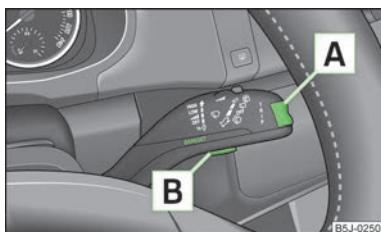

Fig. 6
La comutación de las memorias se efectúa con la tecla **B** » **fig. 6** de la página 13 en la palanca del limpiaparabrisas.
La tecla basculante **A** » fig. 6 y la tecla **B** se encuentran en la palanca del limpia-parabrisas.
» Pulsar ligeramente la tecla **B** » fig. 6.
» Pulsar brevemente la tecla basculante **A** » fig. 6 arriba y abajo. De ese modo se activan, una tras otra, las funciones individuales del indicador multifunción.
- » Pulsar la tecla **B** » fig. 6 más tiempo.
Si la temperatura exterior disminuye por debajo de +4 °C, aparecerá delante de la indicación de la temperatura un símbolo de copo de nieve (advertencia de formación de placas de hielo) y sonará una señal acústica. Después de pulsar la tecla basculante **A** » fig. 6 de la página 13, se representa la función que se visualizó por última vez.
En la pantalla aparece el tiempo de marcha desde la última vez que se borró la memoria. Cuando se desee medir el tiempo de marcha desde un momento determinado, se deberá poner en ese momento preciso la memoria a cero, pulsando para ello la tecla **B** » fig. 6 de la página 13.
Si se desea calcular el consumo medio de combustible para un período de tiempo determinado, deberá poner la memoria a cero al comenzar la nueva medición pulsando la tecla **[B]** » fig. 6 de la página 13. Tras borrarla, en la pantalla no se muestra ningún valor durante los primeros aprox. 300 metros de recorrido.
En la pantalla aparece el kilometraje recorrido desde la última vez que se borró la memoria » página 12. Cuando se deseé medir el recorrido desde un momento determinado, se deberá poner en ese momento preciso la memoria a cero, pulsando para ello la tecla **[B]** » fig. 6 de la página 13.
La pantalla indica la velocidad media en km/h desde la última vez que se borró la memoria» página 12. Si se desea medir la velocidad media durante un periodo determinado, se deberá poner la memoria a cero al principio de la medición accionando la tecla **[B]** » fig. 6 de la página 13.
- » Mediante la tecla **[A]** » fig. 6 de la página 13 seleccionar la opción **Advertencia al sobrepasar la velocidad** del menú.
- ▶ Mediante la tecla **A** » fig. 6 de la página 13 seleccionar la opción **Advertencia al sobrepasar la velocidad** del menú.